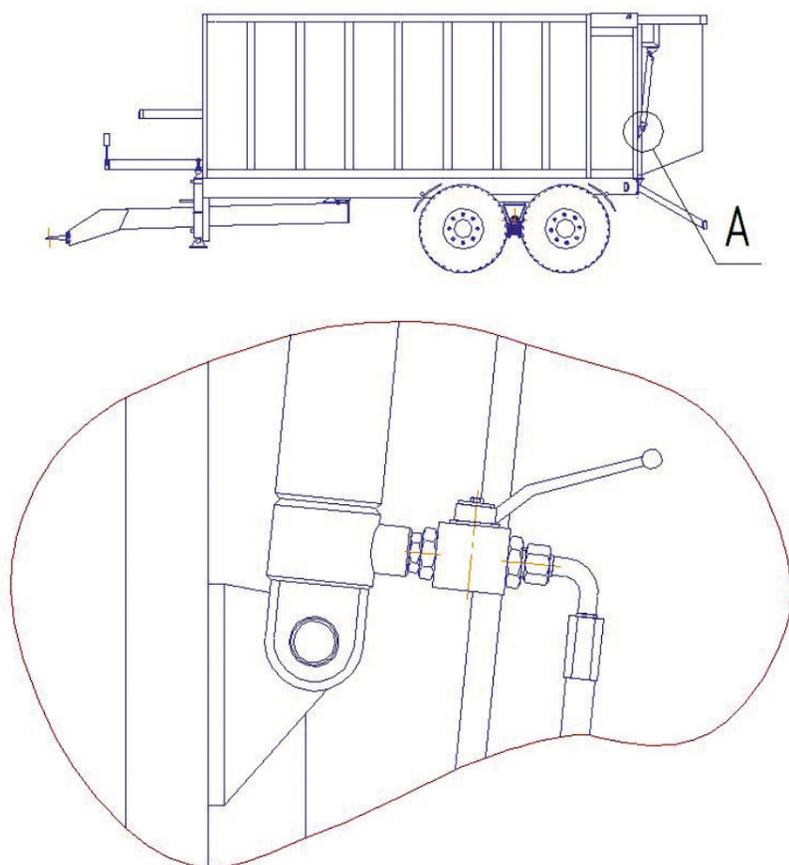

Рис. 1
3.9 При эксплуатации полуприцепа без разбрасывателя органических удобрений (устанавливается задний борт) для безопасной очистки задней части кузова и выталкивающих тележек от технологических остатков на левом гидроцилиндре (или на трубопроводе ГЦ) подъема заднего борта установлен двухходовой кран, предотвращающий самопроизвольное опускание последнего. На рисунке внизу (Рис.1) кран изображен в рабочем положении, когда обеспечено свободное открытие и закрытие заднего борта. Для фиксации заднего борта необходимо повернуть рукоятку на 90° наружу.
4.1 Полуприцеп (Рис. 1 а, б) состоит из рамы с кузовом, установленной на балансирной тележке, дышла с прицепной петлей RINGFEDER470/Ausf.8, выдвижной системы
4.5 На дышле полуприцепа установлена механическая опора хранения (поз. 10, рис.1 а, б).
Рис. 1 а
Рис. 1 б